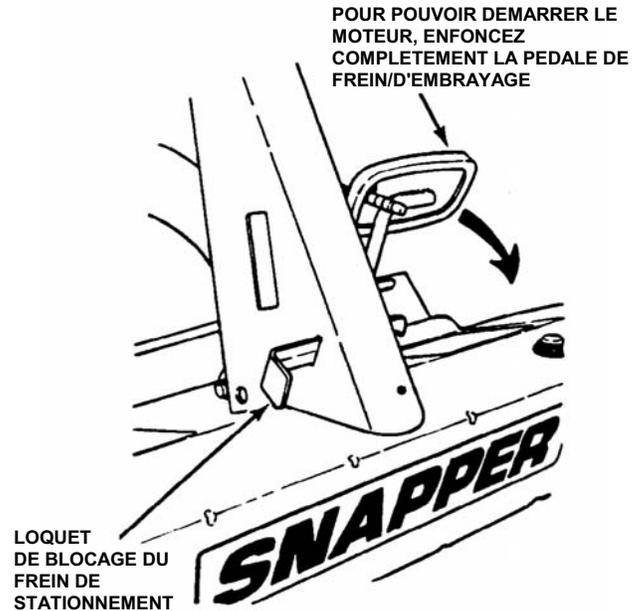

FIGURE 2.5
IMPORTANT: Si vous tournez la clé de contact sur la position démarrage (START), le moteur sera entraîné mais il ne démarrera que si le pédale de frein/d'embrayage est complètement enfoncée et que le levier d'embrayage de la lame est sur la position OFF (voir la figure 2.5). L'opérateur doit être assis sur le siège. Démarrez le moteur de la manière suivante :
3. Enfoncez complètement la pédale de frein/d'embrayage et maintenez-la dans cette position lorsque vous démarrez le moteur. Voir la figure 2.5.